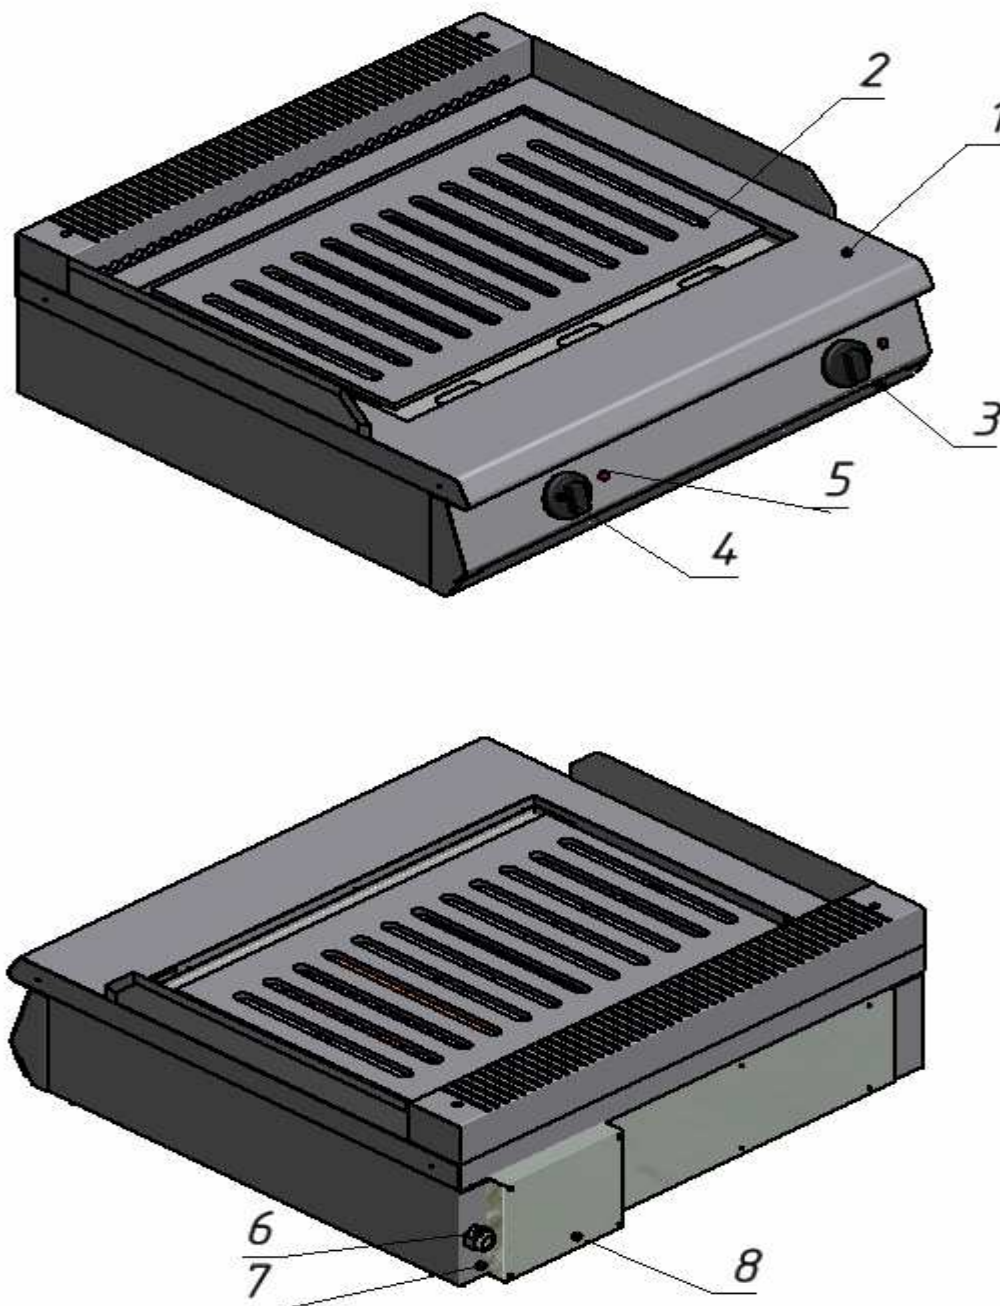

Рисунок 1
5.1. Основные части изделия указаны на рис.1 и перечислены в табл. 2.
- 8.2. Для включения жарочной поверхности необходимо установить ручку 4 рис.1 пакетного переключателя в положение включено, загорится сигнальный индикатор 5 рис.1.
- Установить ручки ручку 4 рис.1 пакетного переключателей в исходное положение “0”.